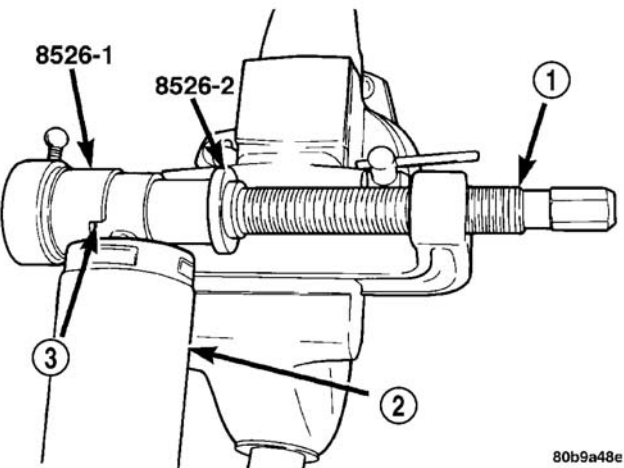

图 23 从减振器拆下衬套
- (3) 将减振器的上固定孔置于接收器内，使接收器的凹口与减振器分离（图 23）。
- (4) 拧动螺杆，直到螺丝套与衬套外缘平贴（图 23）。继续拧动螺杆，直到衬套整个从减振器耳孔压出，进入接收器。
- (5) 回退螺杆，从接收器上卸下衬套。